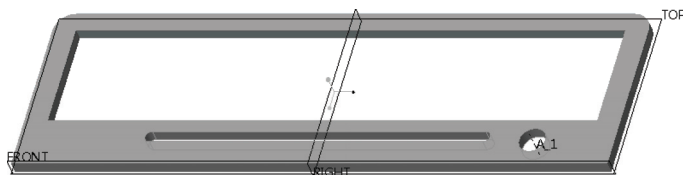

图 12-36 切除出的模型效果
- 7) 单击“拉伸”选项卡中的  (完成) 按钮, 以拉伸方式切除出的模型效果如图 12-36 所示。